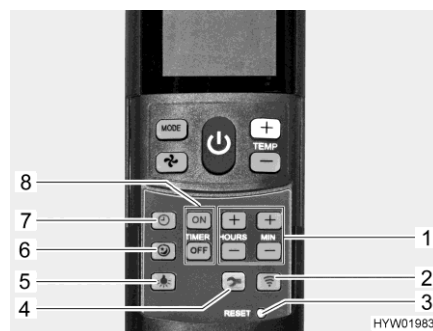

Bild 96 Fjärrstyrning med inställningsknappar (klimatanläggning)
- Tryck på knappen för tyst körning (Bild 96,6). I kyl drift går fläkten med ett lägre varvtal och blir då mycket tystare.
- Tryck på knappen för klocka (Bild 96,7).
- Ställ in timme och minuter med knapparna (Bild 96,1).
- Tryck ner knapp "ON" (Bild 96,8).
- Tryck på knapparna för tidsinställning (Bild 96,1) tills önskat tidsintervall fram till start nås.
- Tryck ner knapp "OFF" (Bild 96,8).
- Tryck på knapparna för tidsinställning (Bild 96,1) tills önskat tidsintervall fram till urkoppling nås.
- Tryck ned knappen "ON" eller "OFF" (Bild 96,8) en gång till.
- Tryck på knappen för belysning (Bild 96,5). Belysningen kopplas in med det senast använda dimningsnivån.
- Dimma belysningen:* ■ Tryck in knappen för belysning (Bild 96,5) och håll den intryckt tills önskad ljusstyrka uppnås.
- Slå av belysningen:* ■ Tryck på knappen för belysning (Bild 96,5).
- ▷ Setup knappen (Bild 96,4) har uppgiften att ansluta fjärrstyrningen med klimatanläggningen vid den första idrifttagningen.